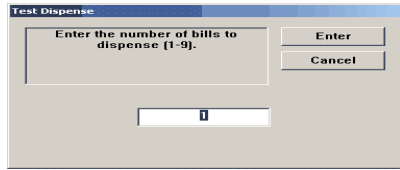

Figura 11. Entre # de notas.
- c. Seleccione la **Prueba del Dispensador** la opción. Seleccione El Cassette "A". Un aviso aparecera con la pregunta de cuántas notas para dispensar?. (Figura 11) la operación de Prueba de dispense comenzará.
10. Abra el panel de control y aplique la corriente alterna al ATM (al cajero automático) apretando el interruptor de corriente alterna, posición (1).
c. Seleccione la **Prueba del Dispensador** la opción. Seleccione cada cassette individualmente que ha sido instalado (“A”, “B”, “C”, o “D”) o **“TODOS LOS CASSETTES”**. Un aviso aparecera con la pregunta de cuántas notas para dispensar?. (Figura 11) la operación de Prueba de dispense comenzará.